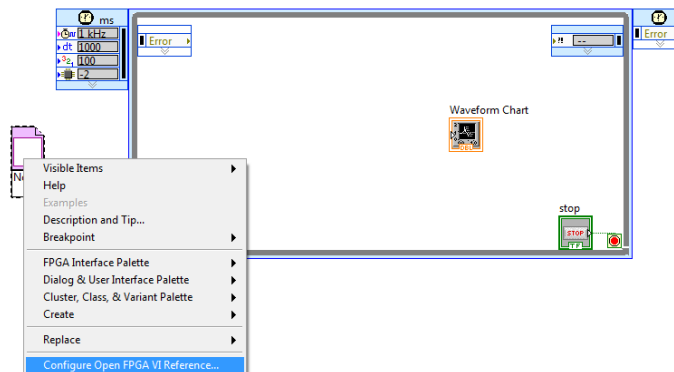
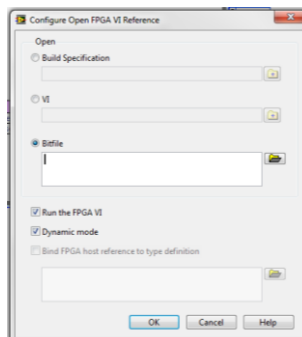

Fig. 27. Click derecho sobre el icono de Open FPGA Interface.
Fig. 28. Configure Open FPGA VI Reference.
6. Hacer click derecho sobre el icono de Open FPGA Interface y seleccionar Configure Open FPGA VI Reference (Fig. 27). Aparecerá una ventana (Fig. 28) donde se debe seleccionar Bitfile y oprimir sobre el icono de carpeta de la parte derecha para buscar la dirección donde están ubicados los archivos de programación para este proyecto sobre la FPGA. La dirección variara según la ruta donde se guarde el proyecto por lo que debe seleccionar esta ruta C:\.....Documents\LabVIEW Data\Robotics Project\Starter Kit Roaming\FPGA Bitfiles.